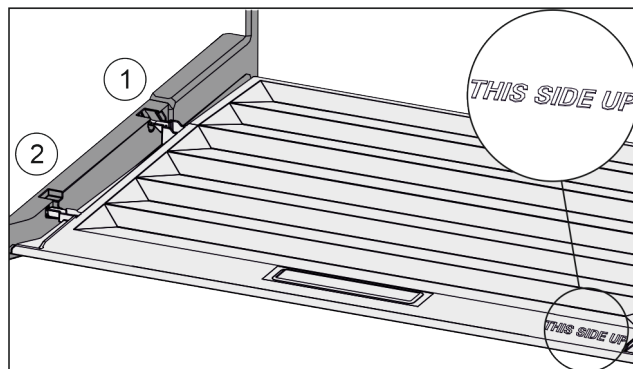

Fig. 108
- Inserire le nervature del coperchio attraverso l'apertura del supporto posteriore Fig. 108 (1) e innestare anteriormente nel supporto Fig. 108 (2).